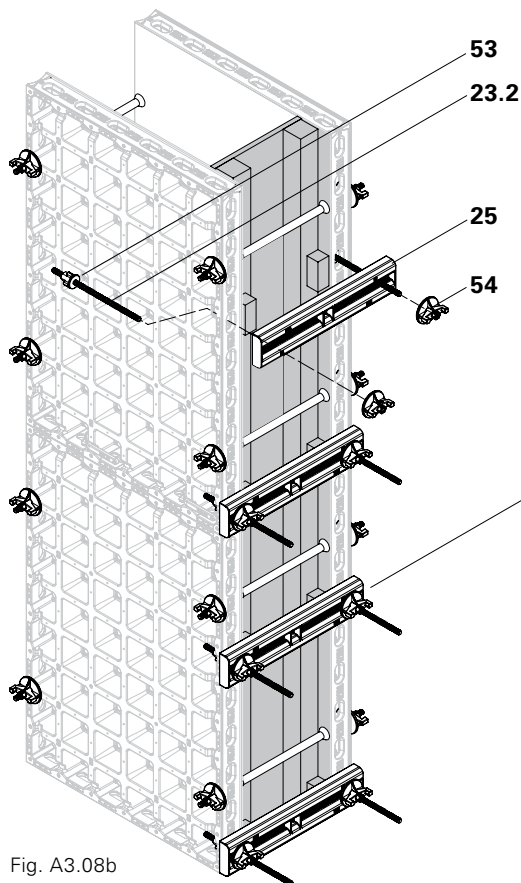

Fig. A3.08b
- piastra con dado DW 15 (54) e allineatore DUO (25) per testate fermagetto (Fig. A3.08b);
2. Avvitare il dado a tre rinforzi (53) sul tirante d'angolo (23.2) al lato del pannello.
3. Infilare l'allineatore DUO 62 (25) sul tirante d'angolo e tenere in posizione.
4. Avvitare manualmente la piastra con dado DW 15 (54) sul tirante d'angolo DUO (23.2). (Fig. A3.08b + A3.08c)